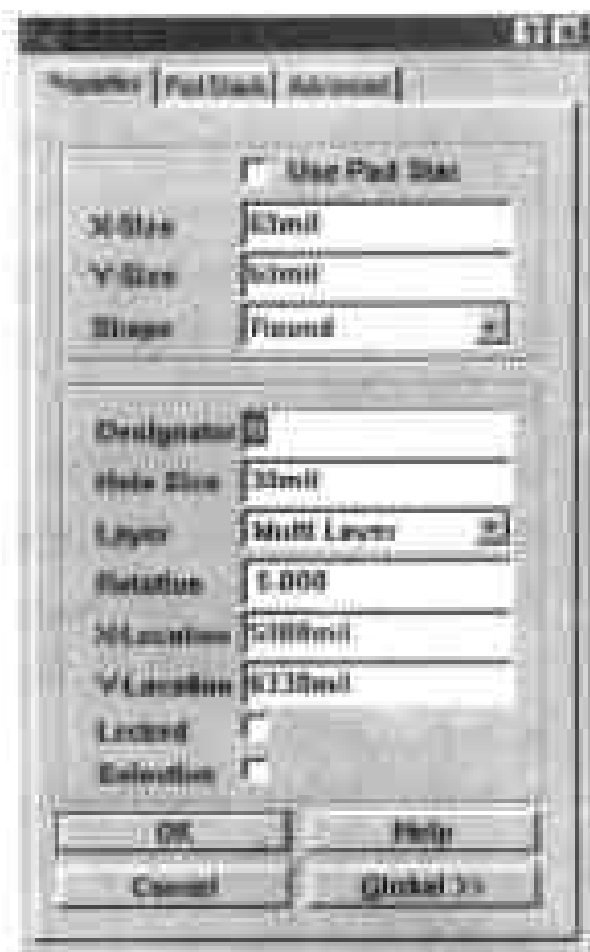

图 7-14 设置焊盘属性的对话框
(3) 在图纸中双击焊盘,即可弹出 Pad 对话框,供用户设置焊盘的各项属性;在弹出的对话框中单击 Properties 标签,显示出设置焊盘属性的选项,如图 7-14 所示。
(4) 在对话框顶部的 X-Size 和 Y-Size 选项的输入框中显示出了焊盘在水平方向和垂直方向上的尺寸,改变输入框中的数值,即可调整焊盘的大小。
(5) 单击 Shape 选项的下拉列表框,在弹出的下拉列表中提供了 Round, Rectangle 和 Octagonal 3 个选项,供用户设置焊盘的形状。
(6) 在 Designator 选项的输入框中,用户可以设置焊盘的序号。在 Hole Size 选项的输入框中输入数值,即可设定焊盘上的钻孔的大小。
(7) 单击 Layer 选项的下拉列表框,在弹出的下拉列表中指定焊盘所在的工作层面。在 Rotation 选项的输入框中输入数值,可设置焊盘的旋转角度,调整焊盘的方向。在对话框的 X-Location 和 Y-Location 选项的输入框中显示出了焊盘在图纸中的位置坐标,修改其中的数值,可以调整焊盘在图纸中的位置。